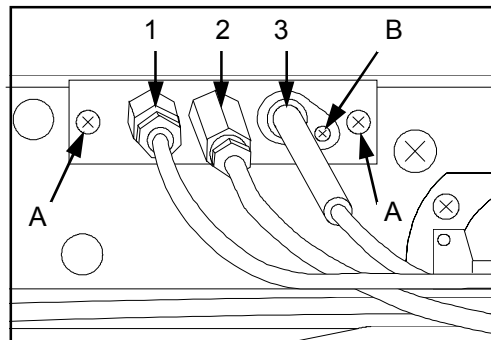

ABB.18 (Auswechseln von Thermoelement, Zündbrenner und Kerze)
- Thermoelement mit dem vorgesehenen festen Schlüssel aufschrauben (**ABB.18-Ref.1**);
- Die beiden Schrauben der Auflage aufschrauben (**ABB.18-Ref.A**);
- Den neuen Zündbrenner (**ABB.18-Ref.2**) nach den oben beschriebenen Phasen wieder anmontieren.
- Die neue Kerze (**ABB.18-Ref.3**) nach den oben beschriebenen Phasen wieder anmontieren.